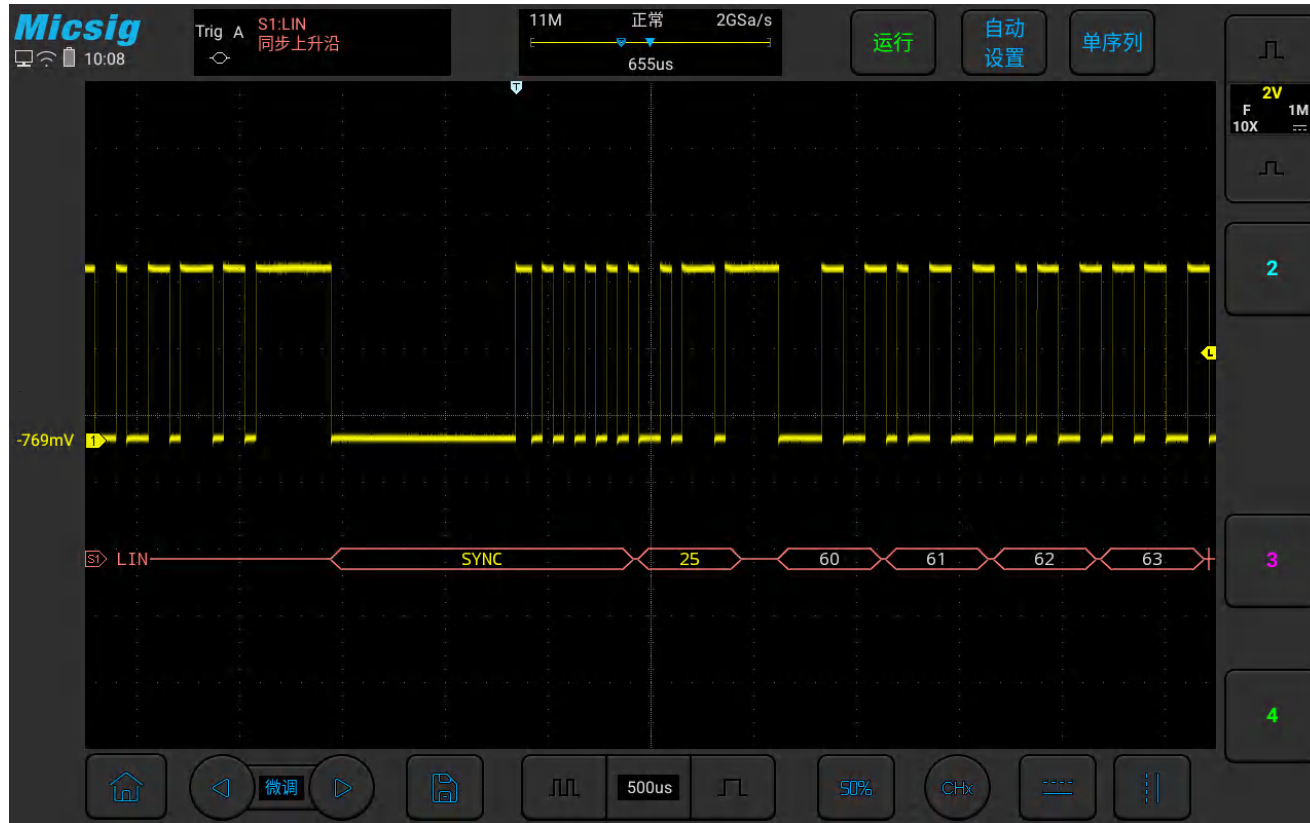

图11-12 LIN 图形界面
- (1) 轻点 S1 打开解码通道，再次点击打开总线配置菜单；
- (2) 选择总线类型为“LIN”，依次点选“Ch1”“空闲高”“9.6kb/s”，然后关闭菜单；
- (3) 打开触发方式配置菜单，点选“同步上升沿”；
- (4) 点按  配置信息，打开解码通道阈值电平调节框，上下拖动调节框可以调节阈值电平；根据信号的幅值电平调节阈值电平使信号稳定触发。LIN 触发图形界面见图 11-12：